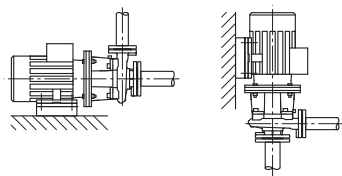

Fig. 41: Version BL
- Blokpumper i serien BL skal opstilles på tilstrækkelige fundamenter eller konsoller (Fig. 41). På pumper af typen BL skal motoren understøttes fra og med en motoreffekt på 18,5 kW, se installationseksempler BL (Fig. 42).